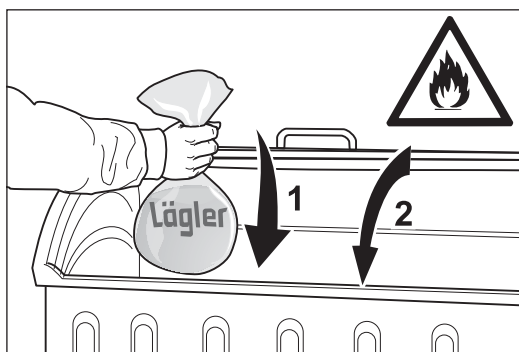

Abb. 47 Den gefüllten Staubbeutel in einen **nicht brennbaren** Behälter legen (1) und diesen verschließen (2) → **Brandgefahr!**
- Der Staubbeutel muss immer direkt nach der Bodenbearbeitung von der Maschine entfernt, verschlossen und in einem nicht brennbaren Behälter aufbewahrt werden (Abb. 47, 1)!
Verschließen Sie diesen Behälter mit einem nicht brennbaren Deckel (Abb. 47, 2)! Lagern Sie den Behälter unbedingt im Freien an einem Ort mit nicht brennbarer Umgebung!
- 7 **Entsorgen Sie den vollen Staubbeutel wegen Brandgefahr in einem verschlossenen und nicht brennbaren Behälter (Abb. 47)!**